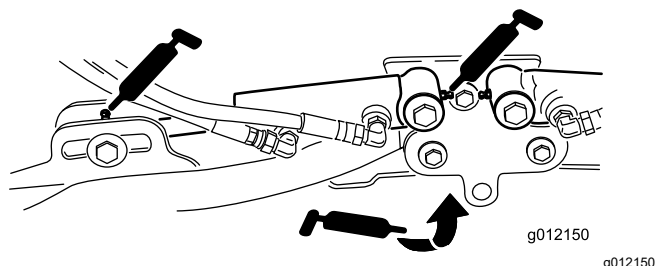

Figure 74
- Vérins des bras de levage des unités de coupe (x 2) (Figure 74)
- Pivots des bras de levage (x 1) (Figure 74)